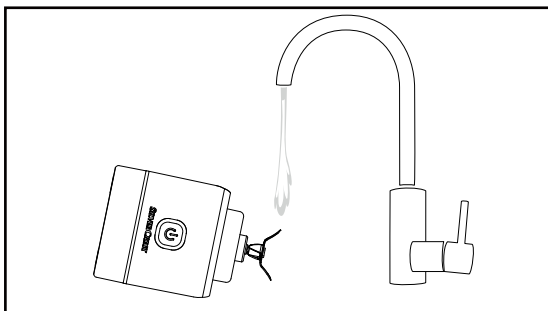

Fig. 2
- ⚠ CAUTELA!** La lama a croce ❺ è molto affilata. Procedere con cautela durante la pulizia.
- Pulire il blocco motore ❹ con un panno umido.
- Se il miscelatore ❹ non è molto sporco, riempirlo d'acqua tiepida fino al segno MAX aggiungendovi una goccia di detersivo per piatti. Fare funzionare l'apparecchio per circa 30 secondi come descritto al capitolo **Uso**. Poi svitare il blocco motore ❹ e svuotare il miscelatore ❹.
- Lavare solo la lama a croce ❺ con cautela sotto l'acqua corrente, utilizzando eventualmente uno spazzolino. Assicurarsi che non giunga acqua al blocco motore ❹ e non immergere l'apparecchio nell'acqua. Rovesciare l'apparecchio in modo che la lama a croce ❺ sporga nel getto d'acqua (vedere fig. 2). Se si esegue la pulizia subito dopo l'uso, è più facile rimuovere la sporcizia.